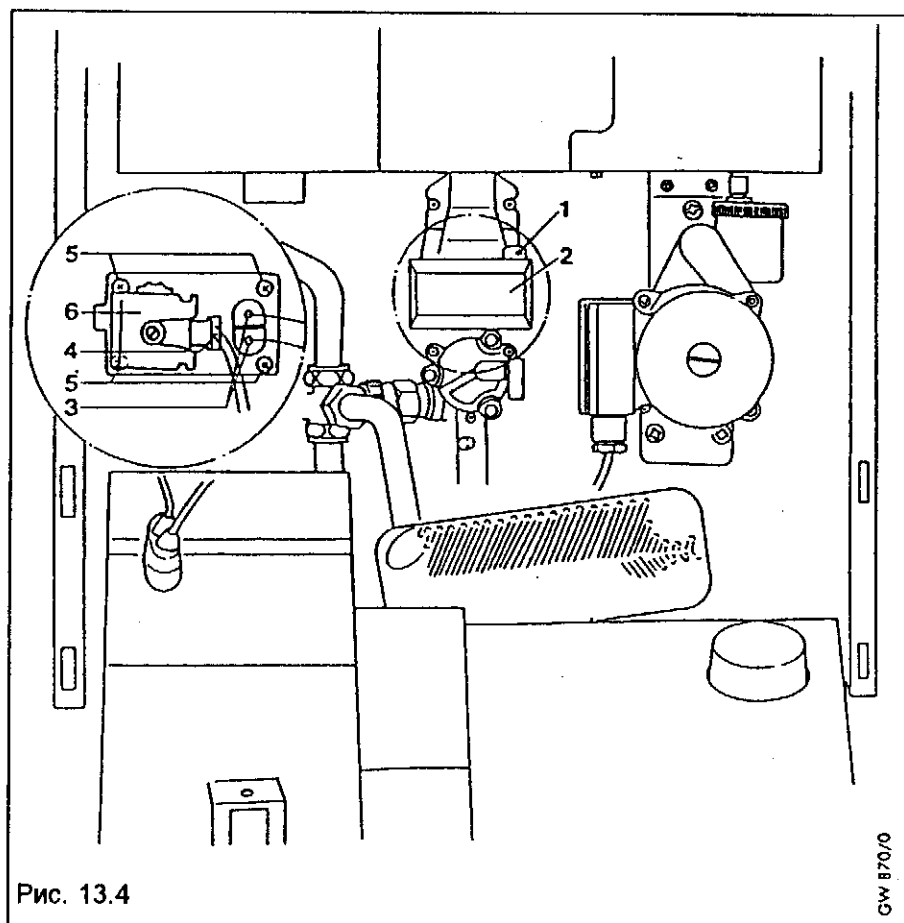

Рис. 13.4
- Отвинтить винт (1, рис. 13.4) и снять кожух (2, рис. 13.4) оператора.
- Снять оба кабельных штекера (3, рис. 13.4).
- Снять кабельный штекер (4, рис. 13.4).
- Отвинтить 4 винта (5, рис. 13.4) и снять оператор в сборе (6, рис. 13.4).
- Установить новый оператор и закрепить 4 винтами (5, рис. 13.4).
Надеть оба кабельных штекера (3, рис. 13.4).
- Надеть кабельный штекер (4, рис. 13.4).
- Надеть кожух (2, рис. 13.4) и закрепить винтами (1, рис. 13.4).
- Поставить панель управления и закрепить винтом (1, рис. 13.4).